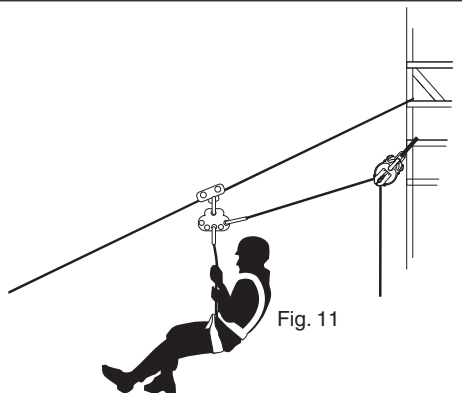

Fig. 11
7.3 Vrijwillige evacuatie op hellend vlak (fig. 11)